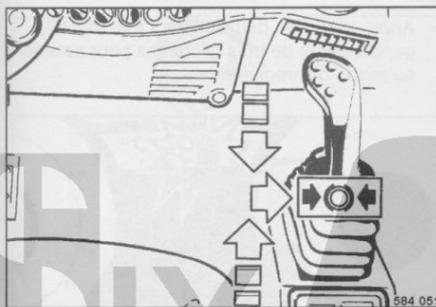

fig. 61
- Déplacer le levier de commande de marche (fig. 61) sur position de freinage.